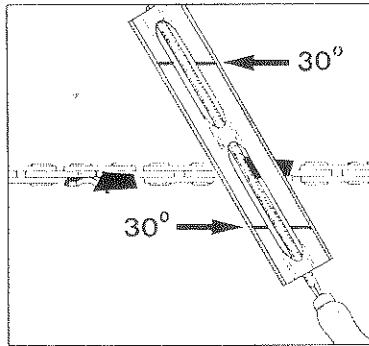

Bild 10
Voraussetzung für eine korrekt geschärfte Sägekette ist die Einhaltung der vorgeschriebenen Schärfwinkel (Bild 10, 11).
**Bild 10:** Das Nachschärfen muß mit einer Kettenrundfeile (4 mm Durchmesser) vorgenommen werden. Ein Feilenhalter erleichtert die Feilenführung, begrenzt gleichzeitig die Einfeiltiefe und trägt Markierungen für den Schärfwinkel (30°). Die Markierungen müssen beim Feilen parallel zur Kette verlaufen.